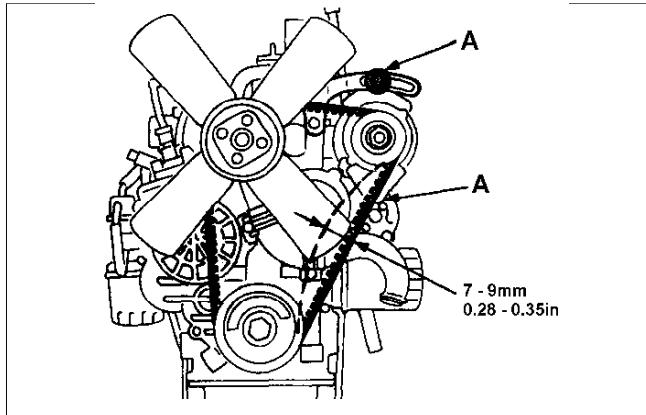

Fig.42
- Soltar los dos pernos (A Fig 42) que sujetan el alternador y ajustar éste hasta que la tensión sea correcta.